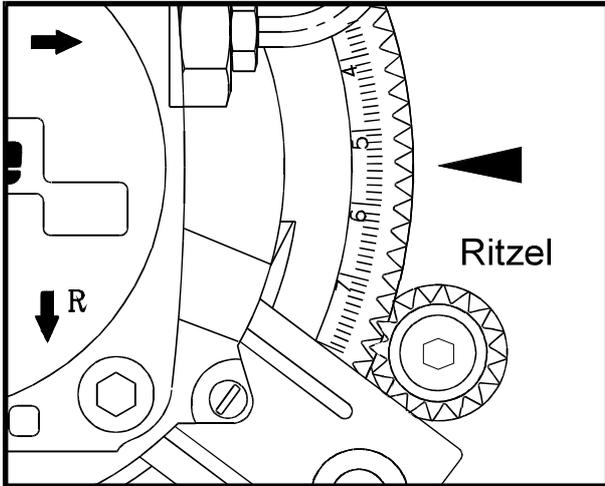
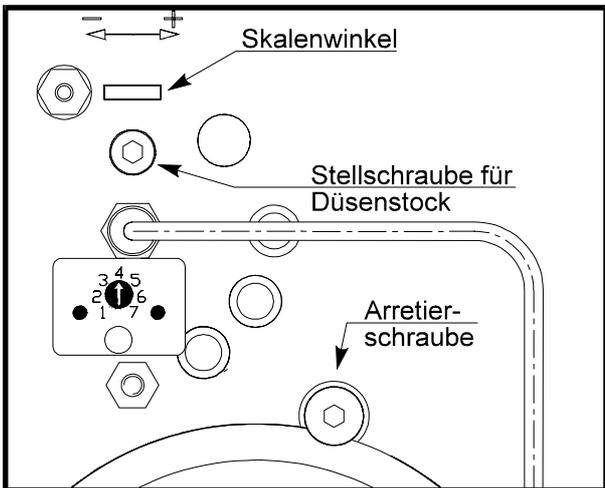

Bild 4
Bild 5
2. Veränderung der Gebläsekennlinie durch einstellbare Lufteinlaufdüse (siehe Bild 4). Vorteil: Der Ölbrenner arbeitet im optimalen steilen Bereich des Gebläses.
3. Sekundärlufteinstellung (siehe Bild 5). Durch Verschieben der Stauscheibe in der Mischeinrichtung erreicht man eine Änderung des Mischdruckes.
Mit dem Serviceschlüssel wird nach dem Lösen der Arretierschraube (Bild 5), über das Ritzel (Bild 4) die Brennerpressung im Gehäuse nach den Anhaltswerten (siehe Tabelle Seite 4) ohne Flamme voreingestellt. Die Arretierschraube ist nach abgeschlossener Einstellung wieder anzuziehen.
Eine Verstellung des Düsenstockes durch **Rechtsdrehen** (im Uhrzeigersinn) der Stellschraube (Seite 5, Bild 4) in Richtung **größerer Skalenwerte**, erhöht die Luftmenge und verringert damit den CO_2 - Anteil im Abgas.